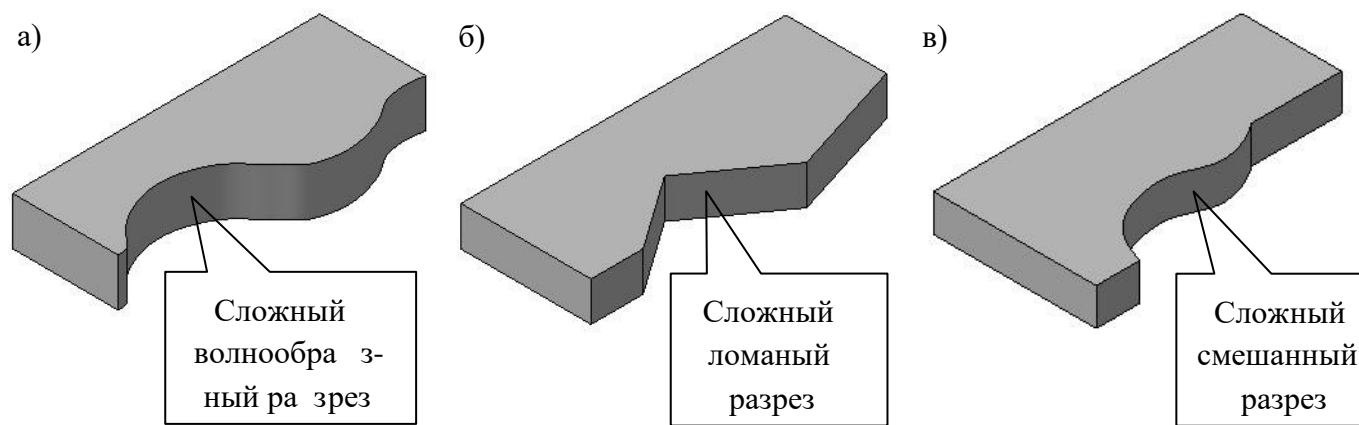

Рис. 11
138. Какие из представленных на рис. 11 трехмерных моделей детали можно отредактировать в системе КОМПАС-3D 9.0 при помощи операции Зеркально отразить тело, расположенной на *Панели инструментов* Редактирование детали, путем указания в качестве плоскости симметрии любого сегмента (грани) поверхности отсечения сложного ломанного или волнообразного разреза детали?
- а) Детали представленные на рис. 11, а и б;
- б) Детали представленные на рис. 11, б и в;
- в) Детали представленные на рис. 11, а и в;
- г) Детали представленные на рис. 11, а, б и в;